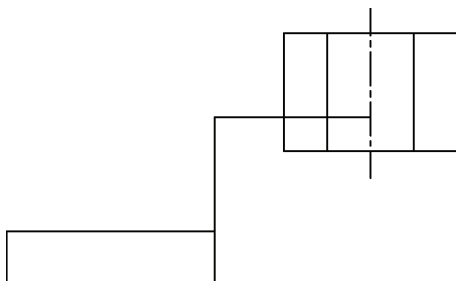

图 3-40 修剪
6) 执行“合并单元”命令(amjoin), 对图形进行编辑修剪; 执行“修剪”命令(tr)对图形进行修剪, 如图 3-40所示。